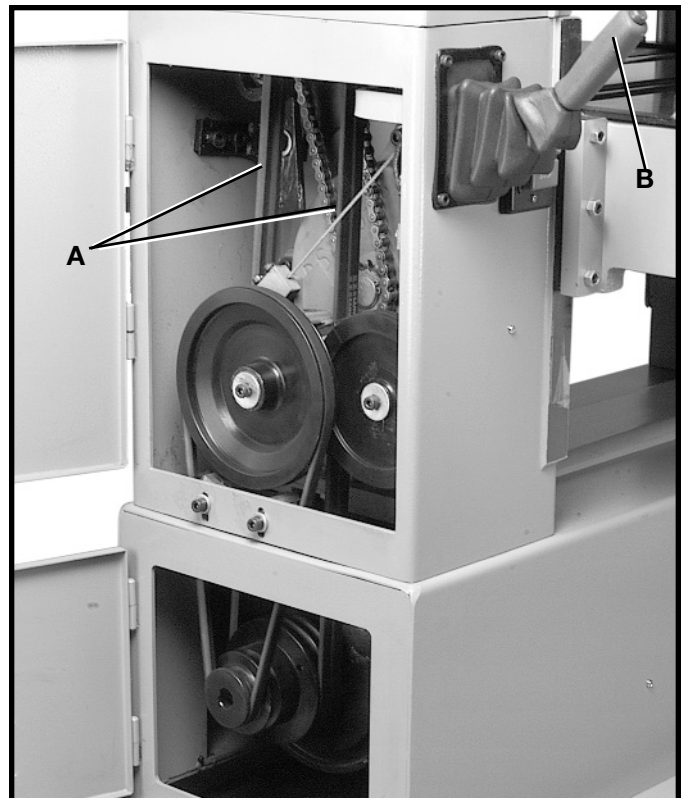

Fig. 28
- Disengage feed roller lever (B) Fig. 28.